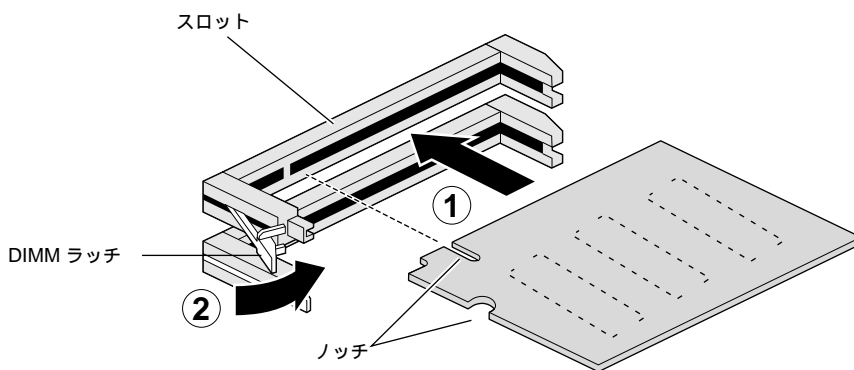

図 3-5 DIMM のスロットへの挿入
9. DIMM を押し込む前に、スロットへ慎重に合わせます。DIMM のノッチをスロットの正しい位置に合わせてください (図 3-5)。正しく差し込むと、DIMM はスロットにはまります。